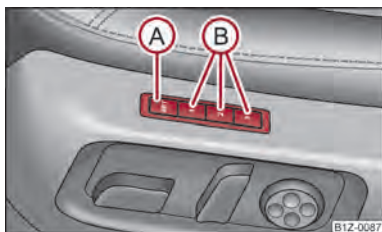

Fig. 44 Scaunul conducătorului: Tastele pentru memorare și tasta SET
- Apăsați tasta SET (A) ⇒ fig. 44.
- Apăsați una din tastele pentru memorare (B) într-un interval de 10 secunde de la apăsarea tastei SET - se va emite un ton de confirmare a efectuării memorării.
Memory pentru scaun oferă posibilitatea memorării individuale a poziției scaunului șoferului și a oglinzilor exterioare. Fiecăreia din cele trei taste de memorie (B) ⇒ fig. 44 i se poate alocă un reglaj al scaunului. După apăsarea tastei respective (B) scaunul și oglinda exterioară vor adopta poziția memorată pe tastă ⇒ pagina 61.
- **Prin apăsare scurtă:** apăsați scurt tasta de memorare **(B)** ⇒ fig. 44. Scaunul și oglinzile exterioare vor adopta automat poziția memorată (acest lucru este valabil numai pentru situația când contactul este pus și viteza este mai mică de 5 km/h).